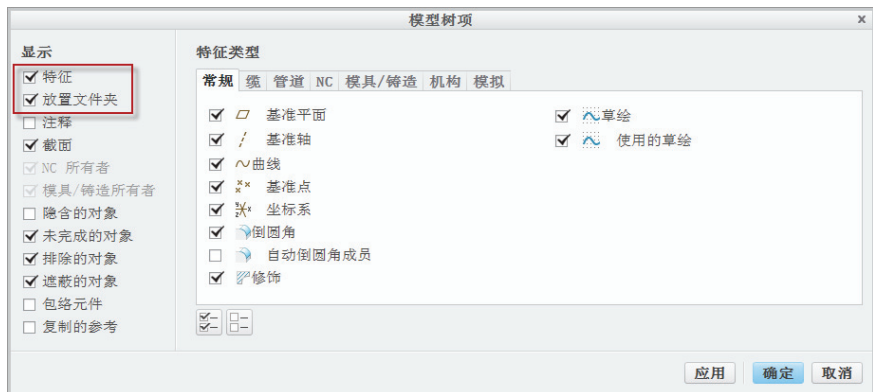

图 10-5 “模型树项”对话框
2) 在该“设置”下拉菜单中选择“树过滤器”选项，弹出“模型树项”对话框。在“显示”选项组增加选中“特征”复选框和“放置文件夹”复选框，如图 10-5 所示。